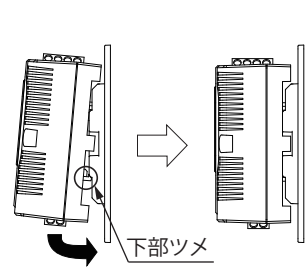

図 5
② 上部ツメを取付台に引っ掛けた状態で、本体の下部ツメを取付台のもう一方の穴に押し当ててカチッと音がするまではめ込みます。(図5)